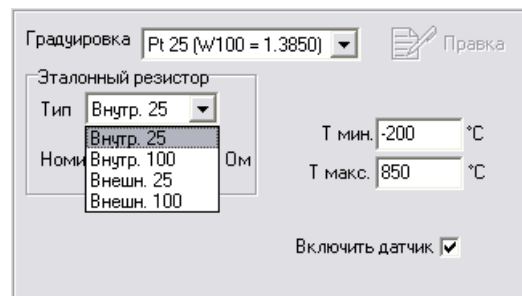

Рисунок 3.5
3.2.2.5. При использовании двух измерительных каналов необходимо подключить к каждому каналу ТСП и выбрать для них внутренние эталонные резисторы (рисунок 3.5).